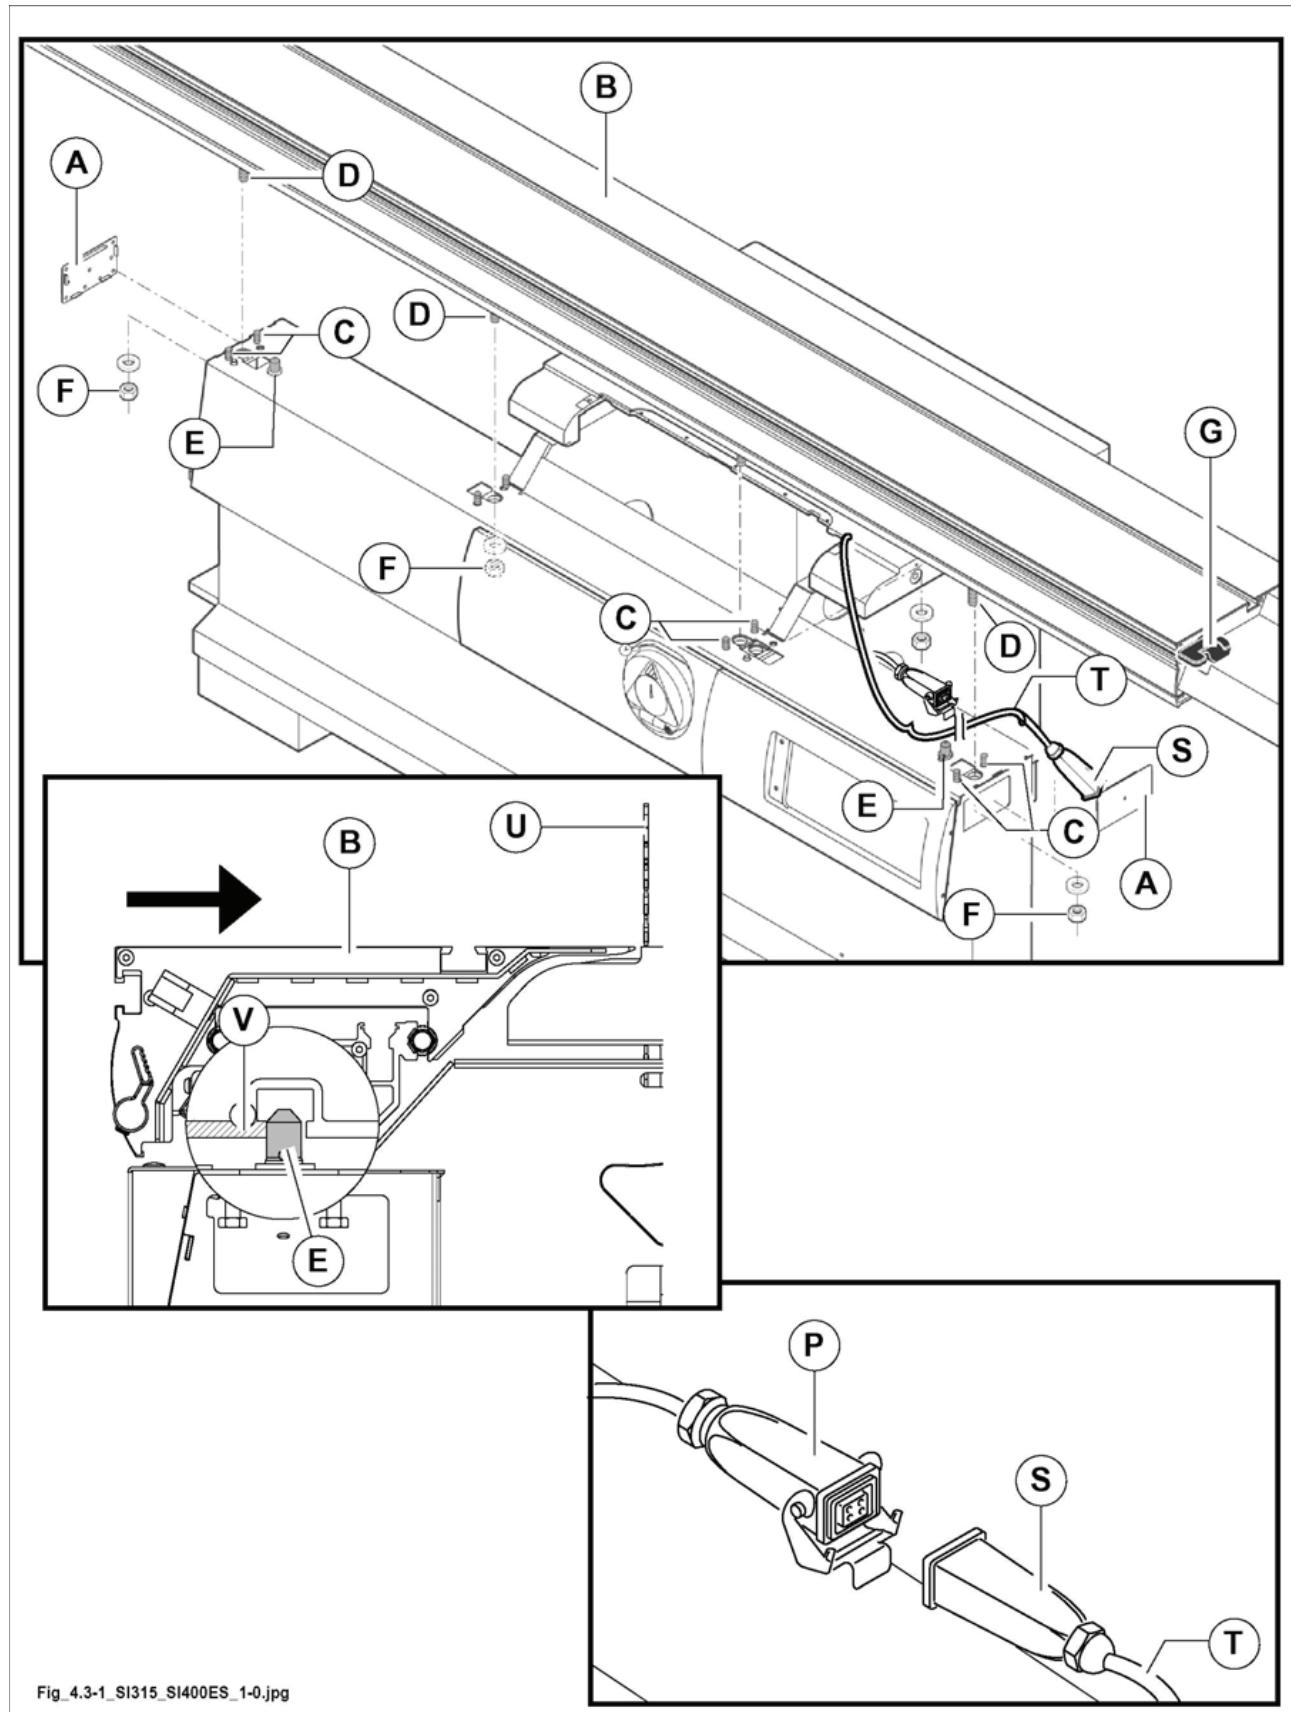

Рис. 4.3-1
ПОСРЕДСТВОМ КНОПОК ХОДА И ОСТАНОВА, ВСТРОЕННЫХ НА КАРЕТКЕ , перед выполнением расположения узла каретки на основании, установить кабель (Т рис. 4.3-1) и штекер (S рис. 4.3-1), как показано на рисунке.
- 1) Снять две боковые пробки А (рис. 4.3-1).
- 2) Установить группу каретки В (рис. 4.3-1) на винты С (рис. 4.3-1). Вставить 4 винта D (рис. 4.3-1) в соответствующие отверстия. Убедиться в том, что 2 штыря Е (рис. 4.3-1) попали в выемку под группой каретки.
Чтобы устранить эффект возможного "люфта", надавите на каретку (В, рис. 4.3-1) против режущего инструмента (U, рис. 4.3-1) так, чтобы штифты (Е, рис. 4.3-1) были наклонены на профиль (V, рис. 4.3-1) самой каретки.
- 3) Установить шайбы на 4 винта D (рис. 4.3-1) и затянуть гайки F (рис. 4.3-1).
- 4) Установить на место боковые пробки А (рис. 4.3-1).
Регулировка каретки В (рис. 4.3-1) не требуется, так как она уже была произведена техниками SCM при испытания станка.
Рычаг G (рис. 4.3-1) предназначен для блокировки каретки в положении покоя (закрытом) и в положении загрузки заготовки (каретка на правом концевом выключателе).
- 5) Подключить штекер (S рис. 4.3-1) к разъему (Р рис. 4.3-1).